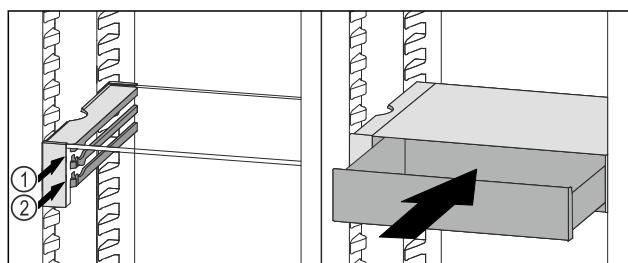

Fig. 96
- ▶ Поставете чекмеджето на VarioSafe зад ограничителите върху желаното ребро Fig. 96 (1) или Fig. 96 (2).